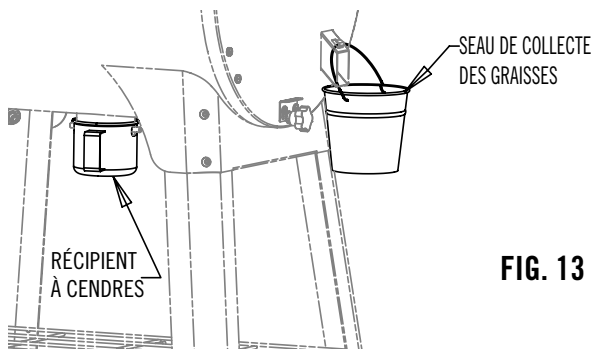

FIG. 13
1. Suspendre le seau de collecte des graisses à son conduit d'évacuation comme indiqué à la Fig. 13.
1. Monter le récipient à cendres comme indiqué à la Fig. 13.